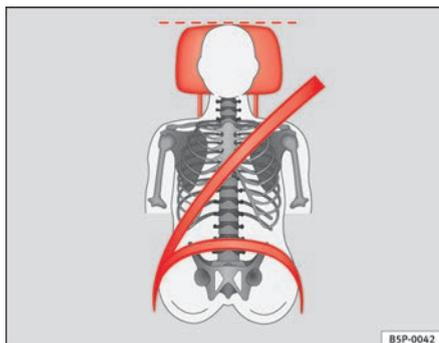
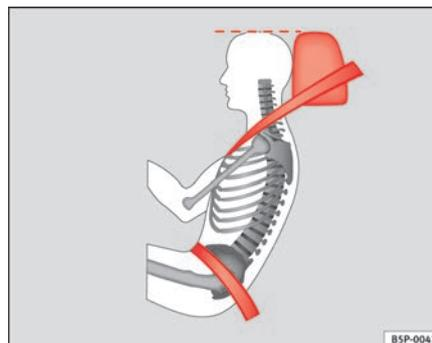

Fig. 88 Vista anteriore: poggiatesta e cinture di sicurezza posizionati correttamente
Fig. 89 Vista laterale: poggiatesta e cinture di sicurezza posizionati correttamente
- Regolare il poggiatesta portando il suo bordo superiore alla stessa altezza della parte superiore della testa, almeno all'altezza degli occhi ⇒ **fig. 88** e ⇒ **fig. 89**.